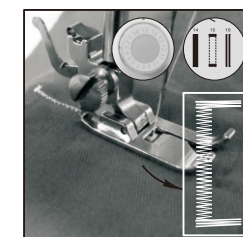

Fig.17
- (4) Välj stygn #15, sätt på knappen och sy 5-6 stygn i låg hastighet och stäng av knappen (fig.17).